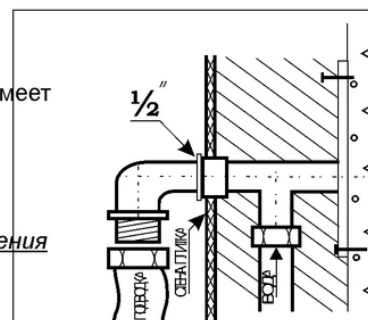

Рис. 1.
- ✓ Устанавливается угольник с бортиками (если коллектор в техническом шкафу имеет собственные вентили) Рис.1.